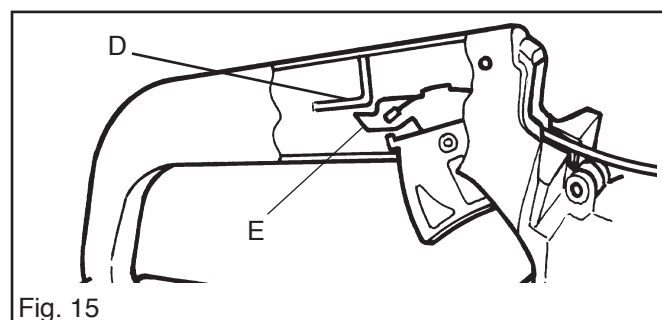

Fig. 15
1. Assembler la commande d'accélération et le câble et monter cette unité dans l'unité de réservoir. Contrôler que le bras de levier (E) pour le câble d'accélération est entre l'ergot (D) et le dessous de la poignée. Voir fig. 15.